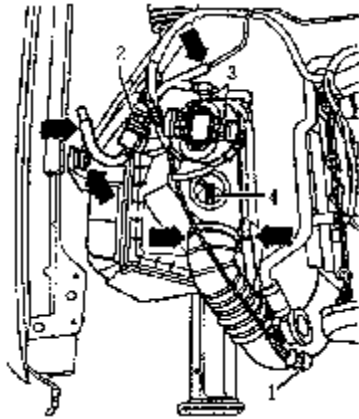

图 4-74 断开电线/拔出插头
(1) 查取车载收音机密码。关闭点火开关，断开蓄电池接地线。排空冷却系统。拆卸进气歧管。
(2) 如图 4-74 所示，按数字顺序断开电线/拔出插头。
(3) 拔出软管接头，拆下空气滤清器壳体（图 4-74 箭头所示）。拔下点火线圈上的插头。拔下冷却液温度传感器 G2 上的插头。从缸盖上打开所有线路的卡箍，将电线置于一边。